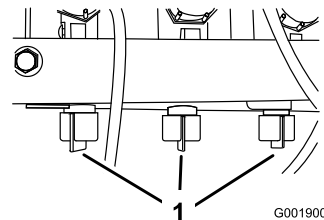

Figure 29
12. Réglez la vanne de dérivation de rampe (Figure 29) située sous le distributeur de commande de la rampe que vous avez mise hors service jusqu'à ce que la valeur indiquée au manomètre soit la même qu'au point 9.